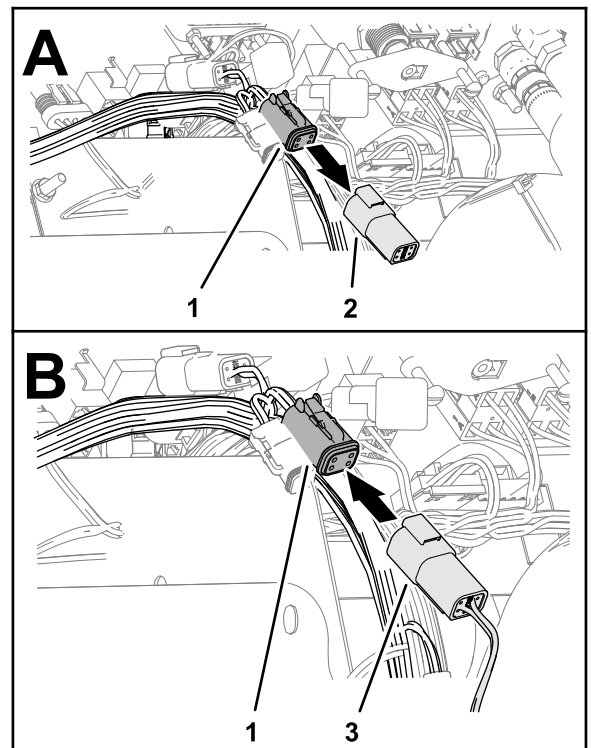

Figure 168
2. Retirez la terminaison du bus ISO du connecteur à 4 douilles du faisceau GeoLink étiqueté CAN 1 ISOBUS TERMINATOR (Figure 168).
3. Branchez le connecteur étiqueté To ISOBUS du faisceau de bus ISO-CAN sur le connecteur étiqueté CAN 1 ISOBUS TERMINATOR du faisceau GeoLink (Figure 168).